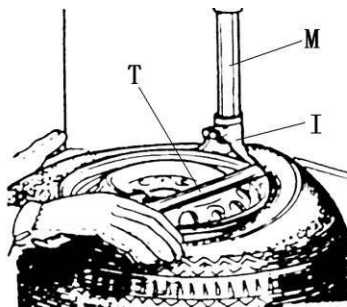

Рис. 6
Опустите вертикальную направляющую (M), чтобы монтажная головка (I) оказалась над ободом колеса. Зафиксируйте вертикальную направляющую в этом положении с помощью рукоятки блокировки. Монтажная головка автоматически поднимается над закраиной обода на 2-3 мм. Вставьте монтажную лопатку (T) между бортом шины и передней частью монтажной головки (I), подцепите борт шины на монтажную головку, как показано на **рис. 6**. Удерживая монтажную лопатку (T), как показано на рис.6, поверните стол по часовой стрелке нажатием на педаль (Z). Закончите операцию после полного отделения борта шины. Повторите эту операцию для другой части покрышки.